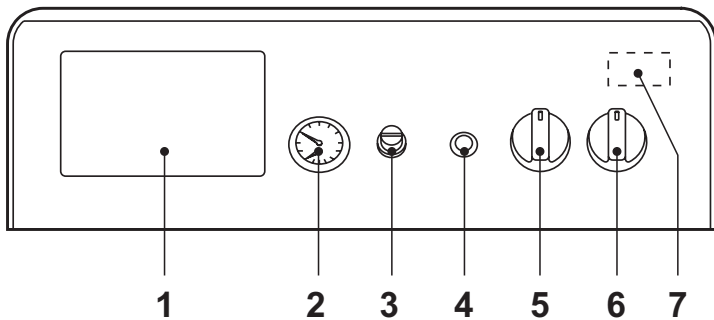
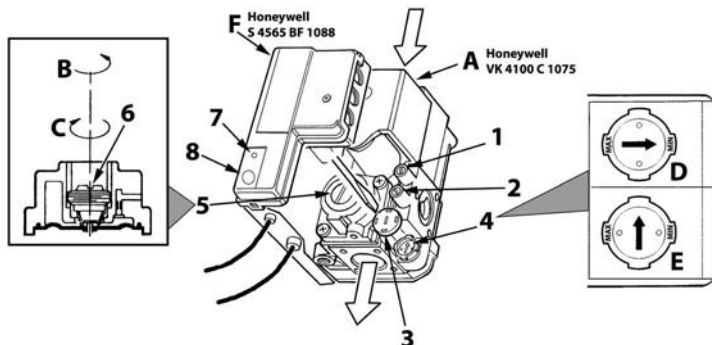

рис. 1 - Панель управления
рис. 4 - Регулирование давления
- Установите главный выключатель "6" в положение 1 (рис. 1).
- Если котел оборудован электронным термостатическим блоком управления, установленным в положении 1 на рис. 1, пользователь должен также соблюдать инструкции, предоставляемые изготовителем данного блока.
Повернув ручку 5 на рис. 1 по часовой стрелке, температура воды в системе отопления повышается и наоборот. Температуру воды в системе отопления можно регулировать в пределах от 30° до 90°. Однако не рекомендуется эксплуатировать котел при температуре ниже 45°.
Задать с помощью термостата температуры воздуха в помещении нужную температуру внутри помещения. По команде от комнатного термостата котел нагревает воду в системе отопления до температуры, заданной с помощью термостата регулировки котла 5 де рис. 1. При достижении в помещении желаемой температуры котел выключается.
При заполнении холодной системы отопления, давление воды, контролируемое по показаниям установленного на котле водомера поз. 2 на рис. 1, должно составлять примерно 1,0 бар. Если во время работы давление воды в системе упало (из-за испарения растворенных в воде газов) до величины ниже вышеуказанного минимума, пользователь должен открыть кран подачи воды и довести давление до первоначального значения. По окончании операции всегда закрывайте кран подачи воды.
Подключите манометр к штуцеру отбора давления 2 (рис. 4), расположенному после газового клапана, затем переведите ручку термостата котла (поз. 5 - рис. 1) на максимум.
Сняв защитную пробку 5 (рис. 4), регулируйте давление газа с помощью винта 6 на желаемое значение (см. таблицу технических данных и диаграммы изменения мощности, приведенных в сар. 5).
2. Снимите с газового вентиля маленький защитный колпачок 3 (рис. 4). С помощью маленькой отвертки регулируйте "СТУПЕНЬ" розжига на основании выбранного для работы газа (G20-G25 положение D рис. 4 или G30-G31 положение E рис. 4); установите защитный колпачок на место.